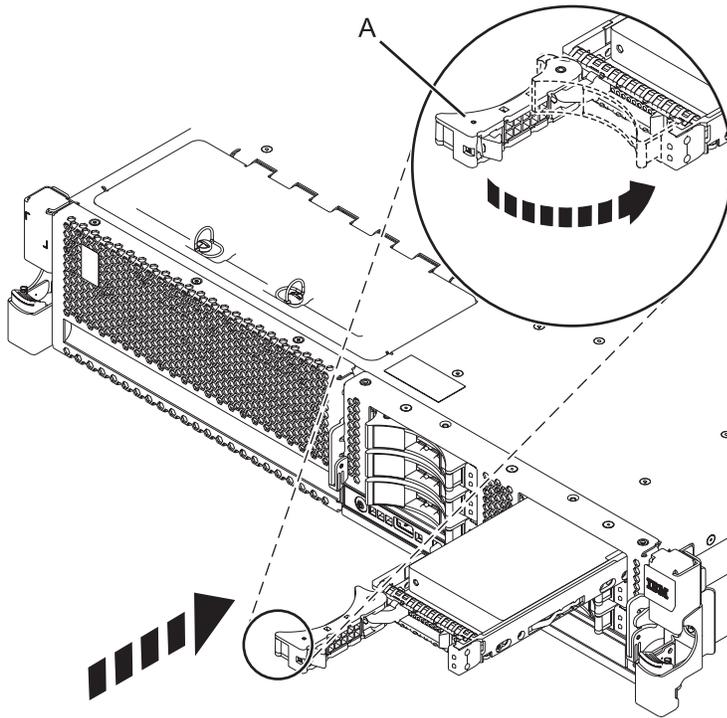

Abbildung 21. Plattenlaufwerk im System installieren
4. Schieben Sie das Plattenlaufwerk oder Solid-State-Laufwerk ganz in das System oder eine Erweiterungseinheit ein und verriegeln Sie es dann, indem Sie den Griff des Plattenlaufwerks oder Solid-State-Laufwerks (A) eindrücken, bis er einrastet. Siehe Abb. 21 auf Seite 37.